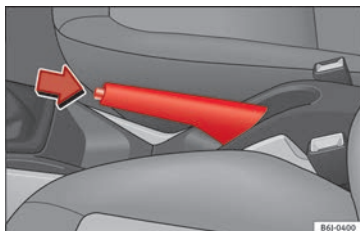

Abb. 157 Handbremse zwischen den Vordersitzen.
- Ziehen Sie den Hebel der Handbremse fest nach oben » **Abb. 157**.
- Ziehen Sie den Hebel etwas nach oben, drücken Sie die Entriegelungstaste in Pfeilrichtung » **Abb. 157** und führen Sie den Handbremshebel ganz nach unten » ⚠️.